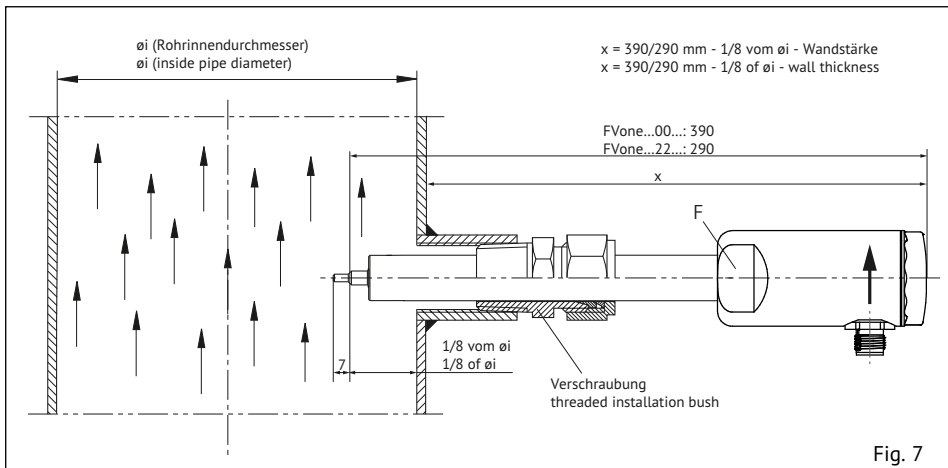

Fig. 7
Die beiden Messfühler (S) müssen im eingebauten Zustand nebeneinander im Strömungsmedium liegen. Dies ist der Fall, wenn die Schlüsselansatzflächen (F) parallel zur Rohrleitung stehen. Die Fühlermitte (schräger Absatz) muss bei $1/8$ des Rohrinneindurchmessers positioniert werden. Der Pfeil (Laserbeschriftung) an der Seite des Gehäuses muss in Strömungsrichtung zeigen (siehe Fig. 7).
The two sensors (S) on the flow meter must be aligned side by side directly across the direction of flow. The sensors are correctly positioned when the wrench flats (F) are aligned parallel with the pipe. The shoulder of the two sensors must be positioned at $1/8$ of inside pipe diameter. The arrow (laser marking) at the side of the housing must show in direction of flow (see fig. 7).